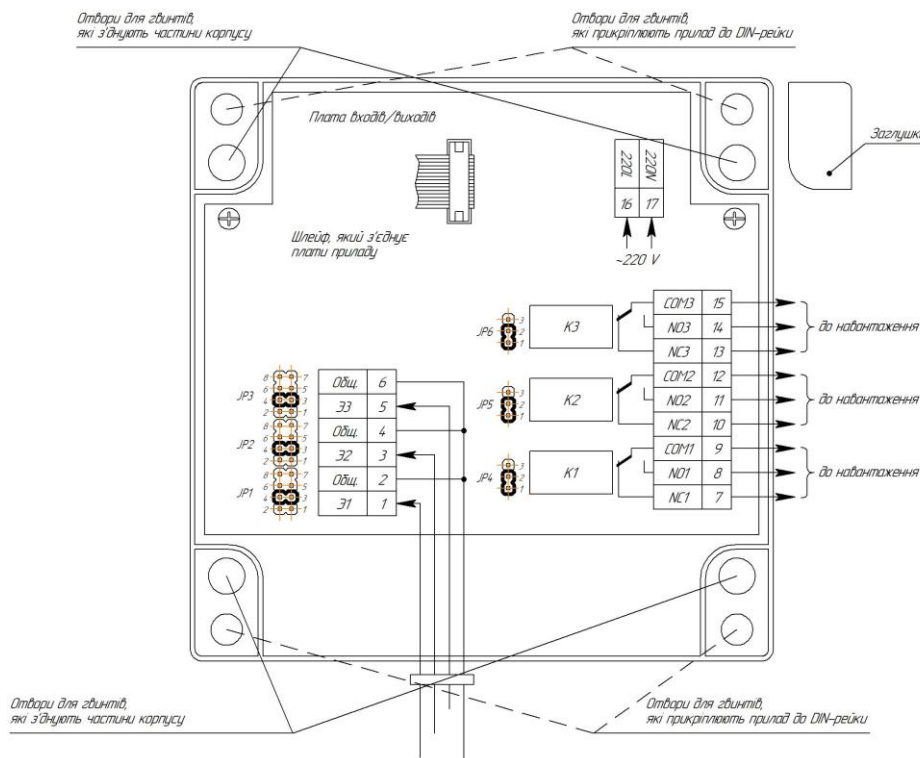

Рисунок 4.2 - Схема підключення зовнішніх сигналів до плати входів/виходів PCY-31
4.3.2 Перед встановленням блоку приведіть у відповідність положення перемичок JP1-JP6 на платі входів/виходів (див. рис. 4.2) згідно конкретного технологічного об'єкту (див. табл. 4.3.1, 4.3.2). Перемички JP1-JP3 служать для налаштування чутливості каналу контролю рівня до електропровідних властивостей рідин, JP4-JP6 - для управління станом вихідних реле.